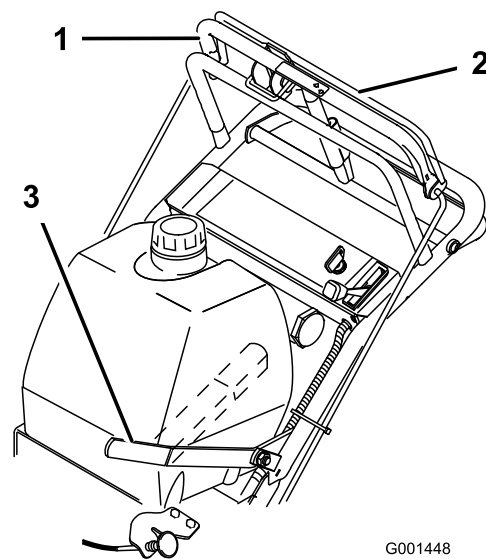

Figure 9
1. Pour engager les lames, serrez la barre de commande des lames contre la barre de commande supérieure (Figure 9).
Pour désengager les lames, tirez le levier de commande des lames (PDF) à fond en arrière (Figure 9). Le moteur s'arrête quand la barre de commande des lames est relâchée alors que le levier de commande des lames est engagé.